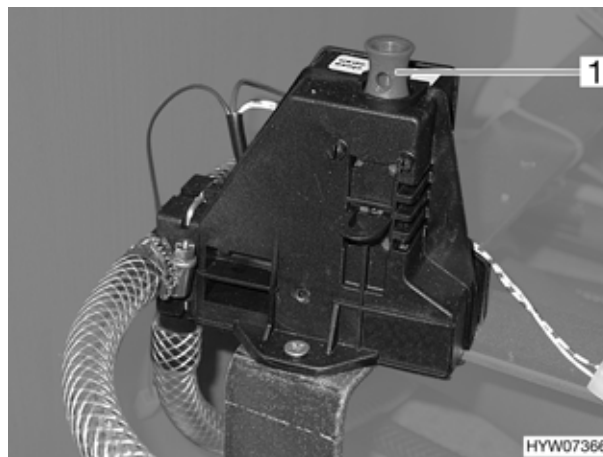

Fig. 83 Valvola di sicurezza/di scarico del boiler
Il boiler è dotato di una valvola di sicurezza/di scarico (Fig. 83). La valvola di sicurezza/di scarico impedisce che l'acqua congeli nel boiler in presenza di basse temperature esterne, quando il riscaldamento dell'autocaravan non è acceso. Luogo di montaggio vedi capitolo 10, "Posizione dei rubinetti di scarico".
- Chiudere la valvola di sicurezza/di scarico. A tal fine tirare verso l'alto la presa dell'interruttore a scatto (Fig. 83,1).
- Aprire la valvola di sicurezza/di scarico (Fig. 83). A tal fine premere verso il basso l'interruttore a scatto (Fig. 83,1). Il boiler viene svuotato verso l'esterno tramite la valvola di sicurezza/di scarico.